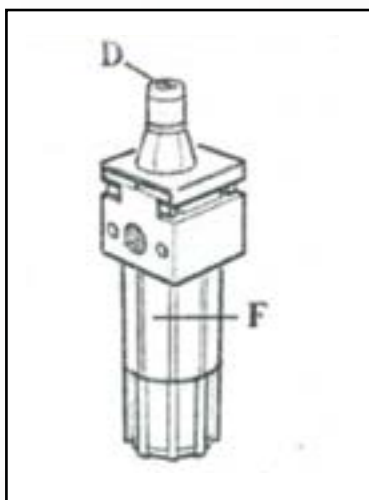

Рисунок 22
Для смазки подвижных частей пневмоцилиндров и пневмораспределителей следует заливать в маслораспылитель масло индустриальное И-20 или И-40А. Регулярно проверяйте уровень масла в маслораспылителе. При необходимости доливайте, открутив стакан маслораспылителя F (рисунок 22).
2. Капля масла должна падать в прозрачный стакан маслораспылителя при каждом третьем или четвертом нажатии на педаль (13). В противном случае, отрегулируйте с помощью отвертки установочный винт D маслораспылителя (Рисунок 22).